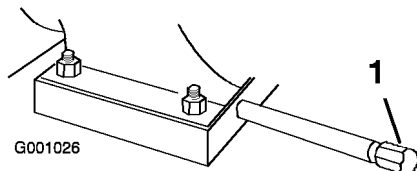

Bild 42
- Reinigen Sie den Bereich um die Ablassschraube (Bild 42).